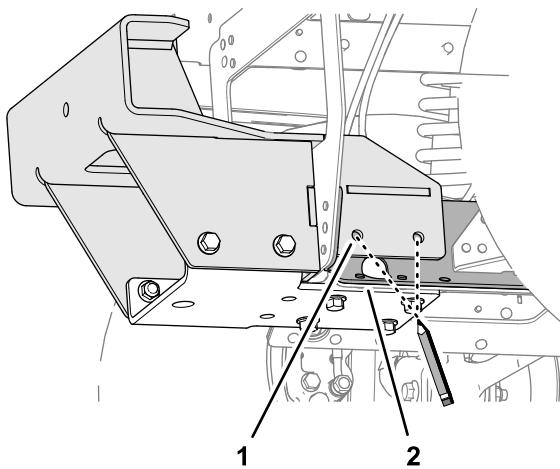
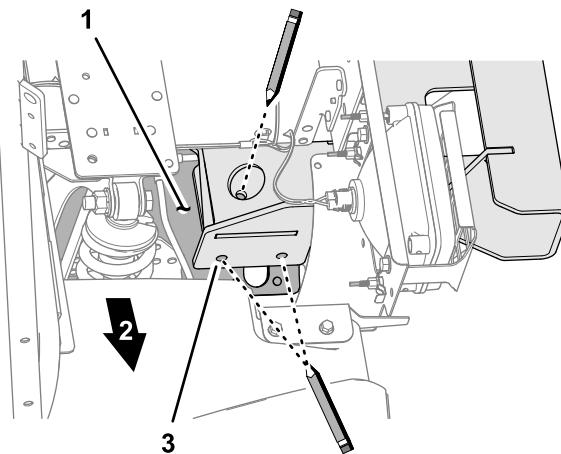
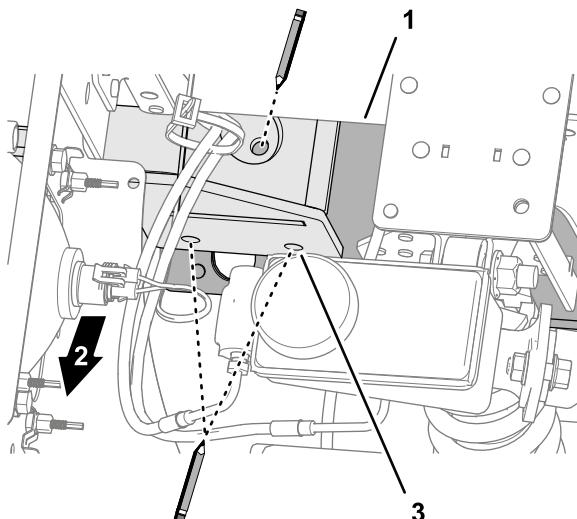

Figura 53
Figura 55
Figura 54
2. Marque os locais dos 6 furos do suporte inferior na placa do canal central como se mostra nas imagens Figura 53, Figura 54, e Figura 55.